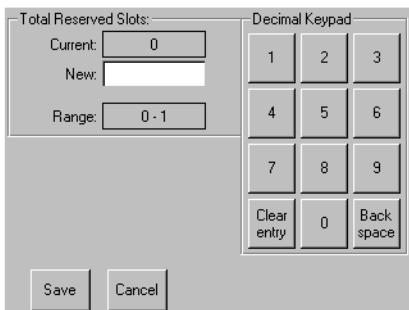

Figura 3-7. Pantalla del teclado numérico de las ranuras reservadas
3. Pulse el cuadro asociado situado junto a la opción Total reserved slots (Número Total de Ranuras Reservadas). Aparecerá un teclado numérico en la pantalla (consulte la Figura 3-7).